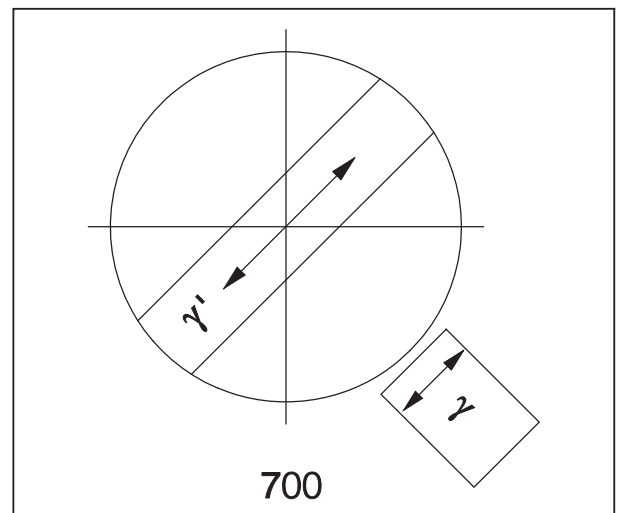

Fig. 4-13 Direction gamma
- Recherchez les cristaux orientés en direction gamma (Fig. 4-13).